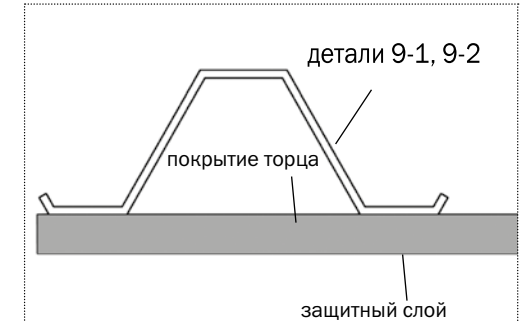
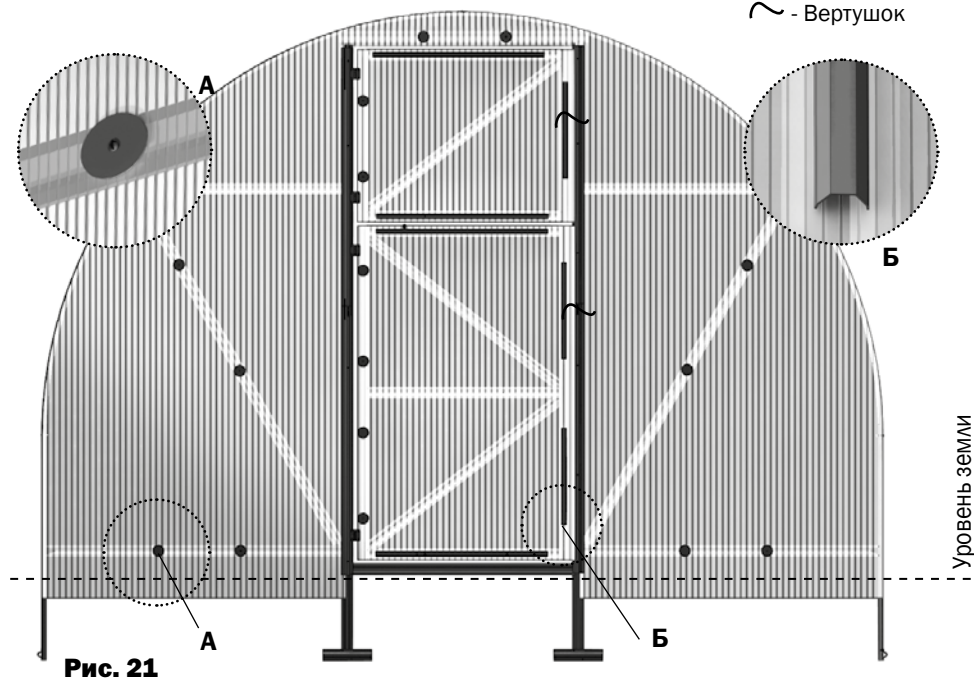

Рис.15
Рис. 21
2. Установите боковые куски покрытия торца в соответствии с **рис.15**. Придерживая кусок покрытия, закрепите его винтами с шайбами по деталям **11** и **8 (рис.21)**. Отверстия для винтов выполняются сверлом диаметром 4 мм изнутри теплицы через готовые отверстия в деталях каркаса.
3. Состыкуйте детали **9-3** и **9-4 (рис.16)** и установите их в соответствии с **рис.17** и **рис.20**, оставляя отверстия под вертушки. Вырежьте куски покрытия для установки над дверными проемами и установите их, закрепив шайбами (**рис.21**)
5. Закрепите куски покрытия на форточки и двери по стороне навеса петель шайбами, а по другим сторонам - прижимами (**рис.21**), предварительно закрыв соты (оклеив их скотчем). По сторонам, противоположным петлям покрытие должно выступать за каркас на 15 мм (**рис.20**)
7. Шайбы и прижимы на торце устанавливаются в соответствии с **рис.21**.